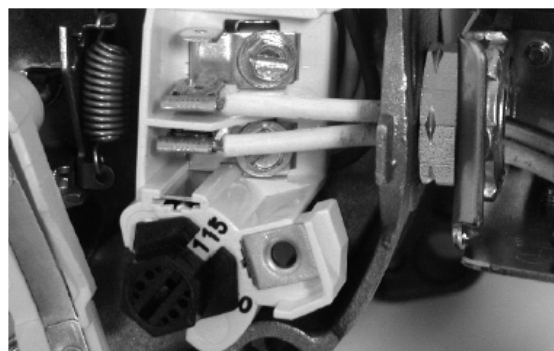

Figure 9 : Tension réglée à 115 V, type de cadran
2. Tournez le cadran dans le sens inverse des aiguilles d'une montre jusqu'à ce que le chiffre 115 soit affiché dans la fenêtre du cadran, comme illustré à la figure 9.